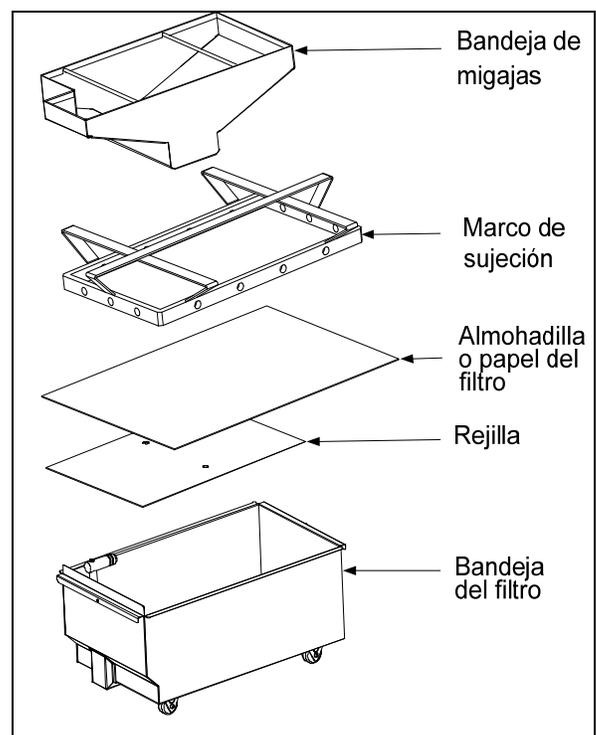

Figura 9
1. Saque la bandeja del filtro del gabinete y quite la bandeja de migajas, el marco de sujeción, el papel de filtro y la rejilla de filtro (consulte la Figura 9). Limpie todos los componentes con una solución de detergente y agua caliente y seque completamente.